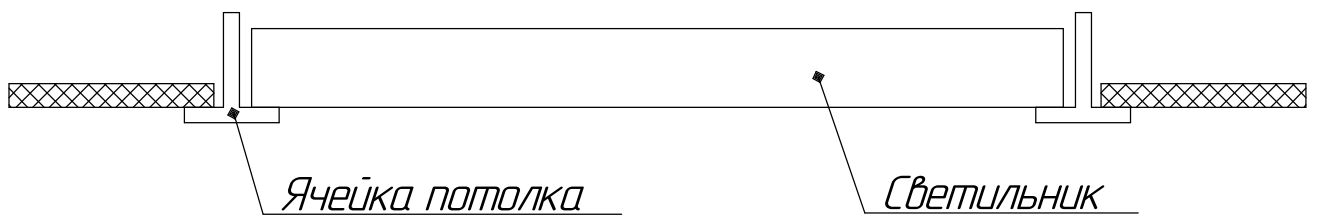

Рисунок 2 - Схема установки светильника
5.6 Установите светильник на опорную поверхность (рисунок 2).